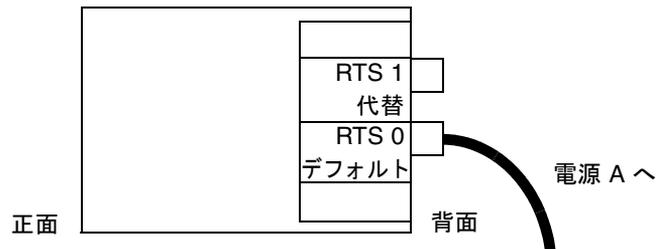

図 3-4 E4900 を搭載する Sun Fire キャビネットの構成: 1つの RTU アセンブリおよび1つの AC 電源
- 1つの RTU アセンブリおよび1つの AC 電源を使用する構成では、システムの背面左側に1本のケーブルを接続します(図 3-4)。